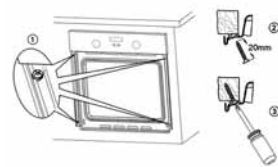

Fig. 9
- Procedere quindi al fissaggio del forno al mobile tramite le viti in dotazione (Fig. 9).